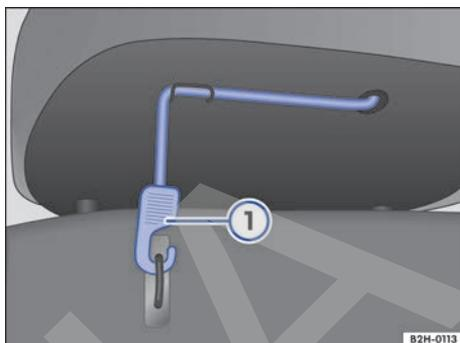

Fig. 47 Asiento trasero: cinta de sujeción de la banquetta.
- Desenganche la cinta → fig. 47 ① de su fijación en la banquetta.